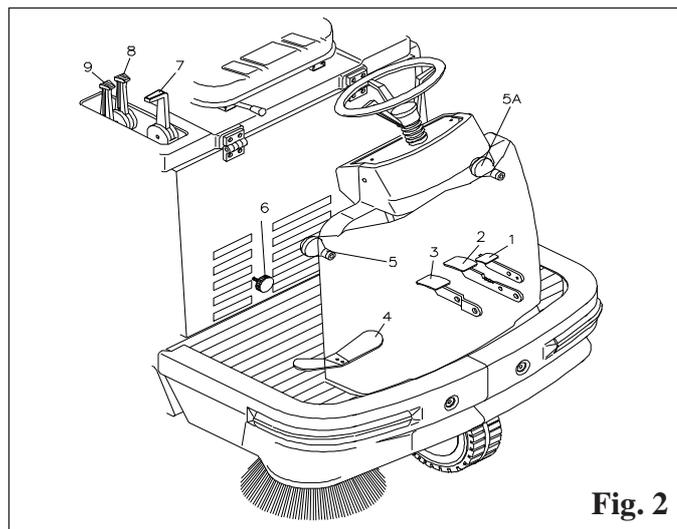
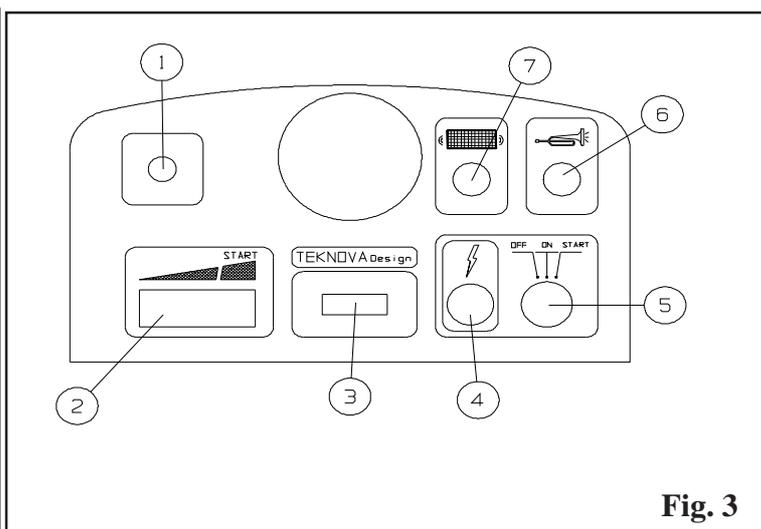

Fig. 2
Fig. 3
- 1 Colocar a alavanca de levantar a escova, **5/5 Fig. 2**, na posição **OFF**.
- Coloque a alavanca do acelerador, **2, Fig. 3**, na posição de **START**.
- Puxe a alavanca do motor de arranque, **1, Fig. 3**
- Coloque a alavanca da embraiagem, **9, Fig. 2**, na posição **1 - START POSITION**
- e mantenha-a nesta posição ao mesmo tempo que acciona o comutador de chave, **5, Fig. 3**. Coloque o interruptor de arranque na posição de **START** e mantenha-o assim até o motor arranque.
Assim que o motor tiver arrancado, solte a alavanca da embraiagem, **9, Fig. 2**.
Accionando-se o pedal de selecção da marcha, **4, Fig. 2**, a máquina começa a deslocar-se.
Depois de ter efectuado o arranque da máquina de acordo com as instruções do parágrafo anterior, proceda como descrito e segundo as necessidades, baixe a escova central colocando a respectiva alavanca, **7 Fig. 2**, na posição **ON**.
Baixe, se necessário, a escova lateral (ou as duas escovas laterais na versão com escova dupla), accionando as alavancas de comando, **5 – 5A, Fig. 2**.
No caso das escovas levantarem pó durante o trabalho, aconselha-se que se ligue a aspiração com a alavanca **8, Fig. 2**.
No caso de se ter de recolher detritos volumosos e leves, accione o pedal de elevação do flap, **3, Fig. 2**. Mantenha premido o pedal de elevação do flap apenas o tempo necessário para efectuar esta operação.
Para tal, é necessário cumprir rigorosamente todas as indicações contidas no parágrafo correspondente da Manutenção de Rotina. Para desligar a máquina, coloque a alavanca **2, Fig. 3**, na posição mínima e rode a chave **5, Fig. 3** para **OFF**. Recomenda-se que se trabalhe com o motor no número máximo das rotações (alavanca **2, Fig. 3**).
Fornecido com a máquina, permite, com um simples gesto, manter sempre o filtro em perfeitas condições. Antes de accionar o dispositivo de sacudir o filtro, é necessário fechar a alavanca de entrada de ar, **8 Fig. 2**. Neste ponto, prima o botão **7 Fig. 3** e mantenha-o premido durante alguns segundos. Repita esta operação **4 ou 5 vezes**.
Antes de efectuar qualquer tipo de operação na máquina, certifique-se de que esta está desligada e que todas as suas funções estão desactivadas. Para tal, desloque o comutador de chave **5, Fig. 3**, para a posição **OFF**.